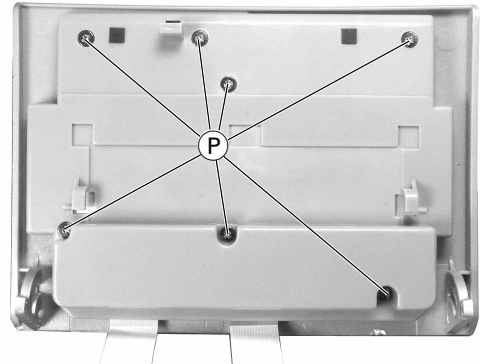

Fig. 15
- 7 Schrauben **P** (Fig. 15) heraus-schrauben.
- Undo 7 screws **P** (Fig. 15).